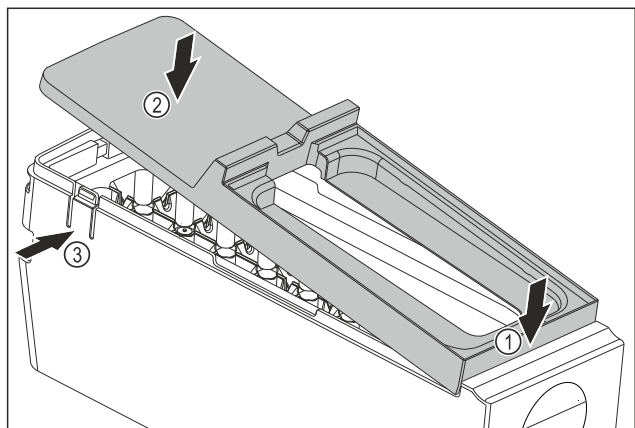

Fig. 81
- ▶ Montáž krytu korpusu EasyTwist-Ice: Nasadte kryt na přední stranu. Fig. 81 (1)
- ▶ Spusťte kryt vzadu dolů. Fig. 81 (2)
- ▷ Kryt slyšitelně zaklapne v obou lamelách Fig. 81 (3).